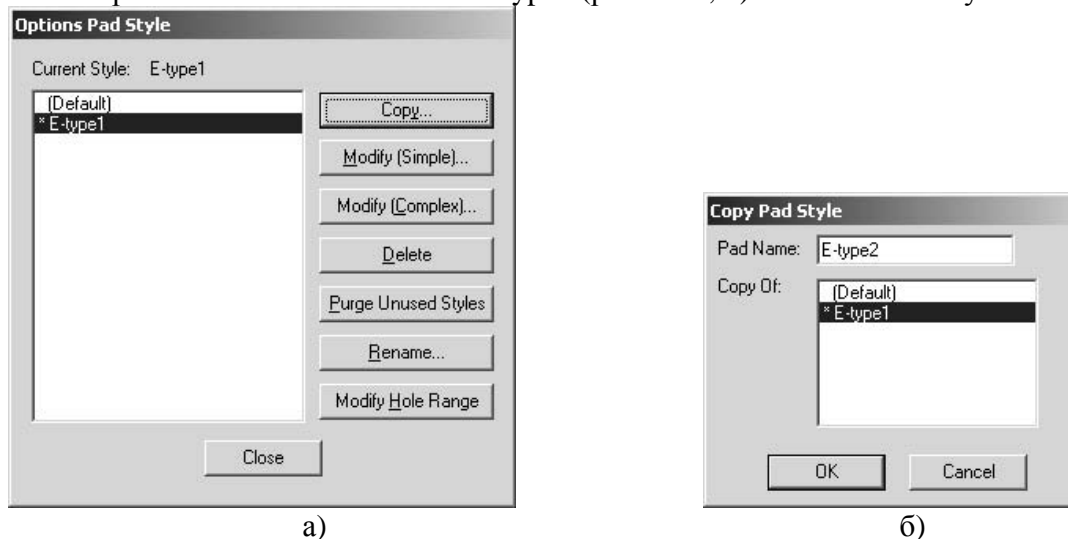

Рис. 3.3.6
- Для формирования круглых КП выполнить команды **Options/Pad Style**. Далее нажать кнопку **Copy**. В открывшемся диалоговом окне **Copy Pad Style** в поле **Pad Name** набрать название нового типа E-type2 (рис.3.3.6, б) и нажать кнопку ОК.